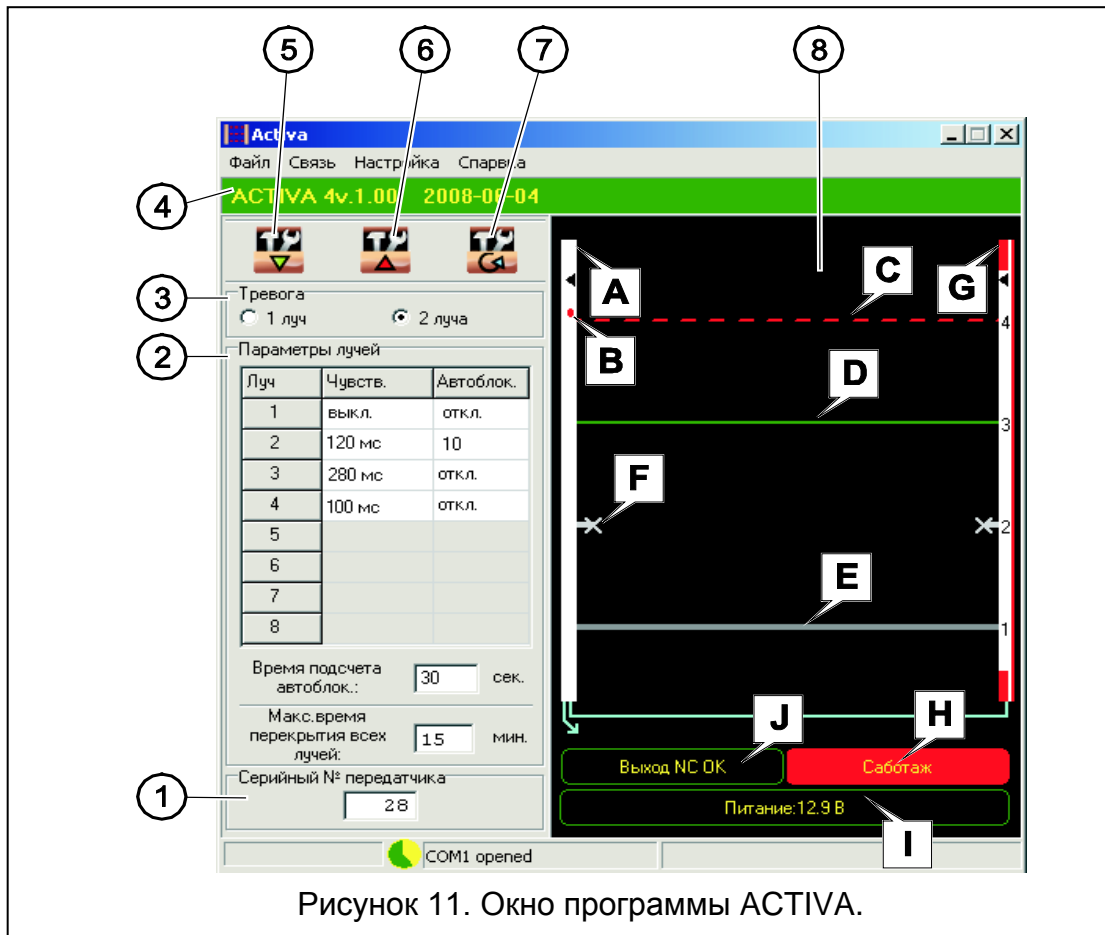

Рисунок 11. Окно программы ACTIVA.
- G** Корпус излучателя. Красный цвет (см. рисунок 11) означает нарушение саботажного входа излучателя,
- Саботаж (см. рисунок 11).
- Выход NC ОК (см. рисунок 11),